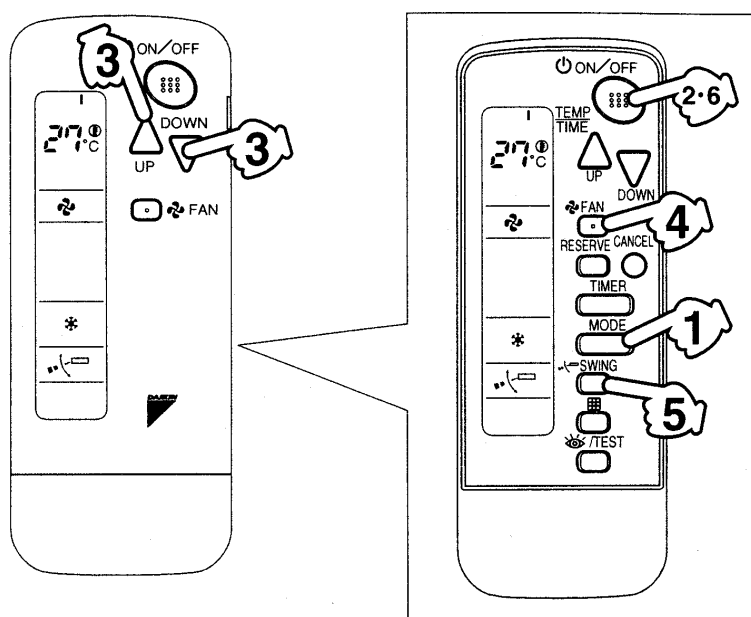

Рис. 3
**Режимы: ОХЛАЖДЕНИЕ, НАГРЕВ, АВТО, ТОЛЬКО ВЕНТИЛЯТОР** (см .рис. 3, 4)